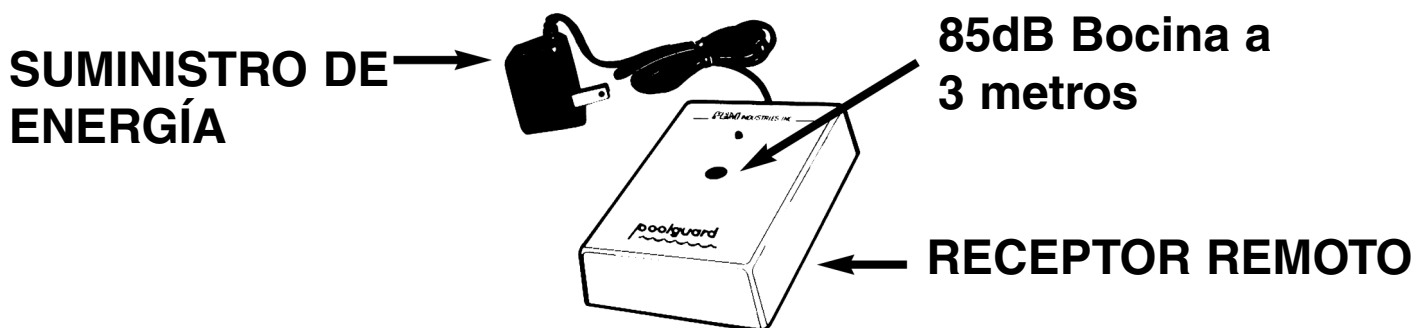

FIGURA 6
- Un receptor de impulsos codificado (Receptor remoto). Figura 6
- Una toma de corriente mural estándar para el suministro de energía. Figura 6.